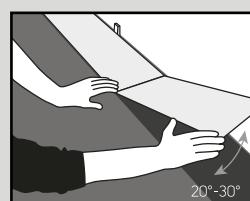

Fig. 2
- Instale la primera hilera, asegurándose de que los bordes cortos queden embonados juntos (Fig. 2).